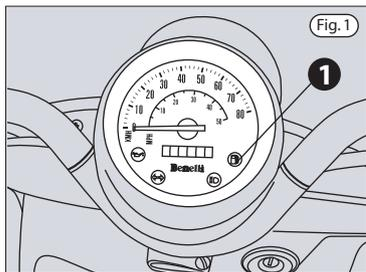

Fig. 1
La spia (1) posta nel quadrante del cruscotto (Fig. 1) si accende quando rimangono circa 40 Km di autonomia.
The warning light (1) located in the dashboard dial (Fig.1) lights up when the autonomy of operation left is about 40 Km.
Le témoin (1) situé sur le cadran du tableau de bord (Fig. 1) s'allume lorsqu'il ne reste qu'environ 40 km d'autonomie.
Wenn die Benzinreserve (1) am Armaturenbrett (Fig. 1) aufleuchtet, bleibt noch eine Autonomie von ungefähr 40 km.
El testigo (1) situado en el cuadrante del tablero de instrumentos (Fig. 1) se enciende cuando quedan 40 km de autonomía aproximadamente.
La lubrificazione del motore avviene attraverso olio miscelato al carburante. L'abbassamento del livello al punto da richiedere un rabbocco, è segnalato dalla spia riserva olio miscelatore di colore rosso, posizionata sul lato sinistro del cruscotto (Fig. 1).
The engine is lubricated by a mixture of oil and fuel. Top up when the mixer oil reserve warning light, red colour, located on the dashboard left side (Fig. 1), lights up.
Le graissage du moteur se fait avec l'huile melange a carburant. La baisse du niveau jusqu'à avoir besoin d'une mise a niveau, est signal par le termin de reserve de l'huile de melange de couleur rouge, positionné du coté gauche du tableau de bord (Fig.1).